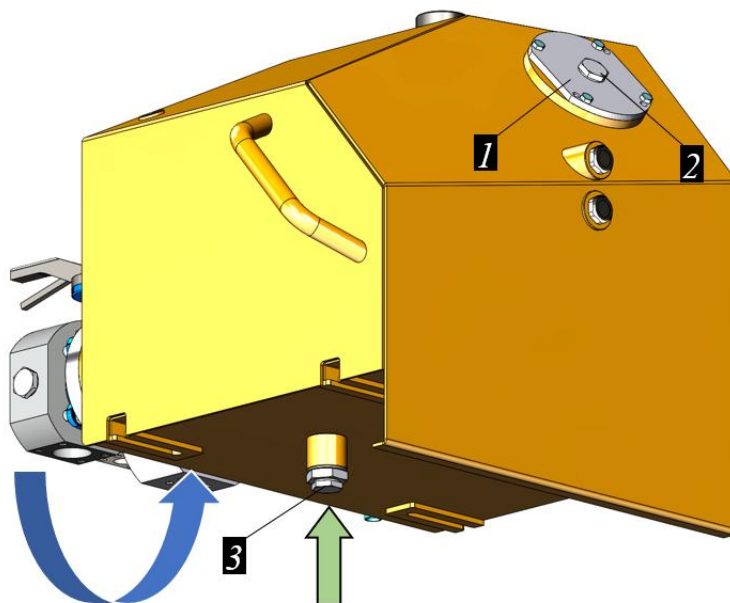

Рисунок 5.63. Процедура слива масла с гидробака
- Отвернуть пробку 2 крышки фильтра сливной линии 1, предварительно очистив рабочую зону и область рядом с ней от загрязнений рис. 5.63.
- Отвернуть пробку-колпачок 3 со сливного клапана на нижней стороне гидравлического бака, см. рис. 5.63 (показано стрелкой).
- ▶ Навернуть пробку-колпачок 3 на сливной клапан гидравлического бака, рис. 5.63.
- ▶ Через фильтр в линии слива заправить бак гидравлическим маслом. Заправку производить до середины верхнего смотрового окна), см. рис. 5.63.
- ▶ Навернуть пробку 2 на крышку фильтра 1, рис. 5.63.